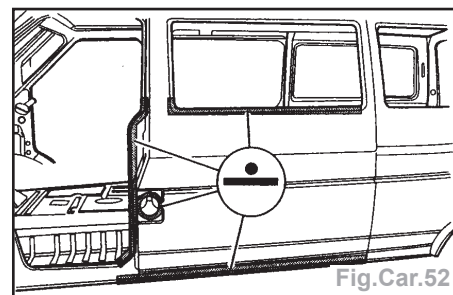

Fig.Car.52
- Souder la pièce neuve à la pointeuse électrique (Fig.Car.52).